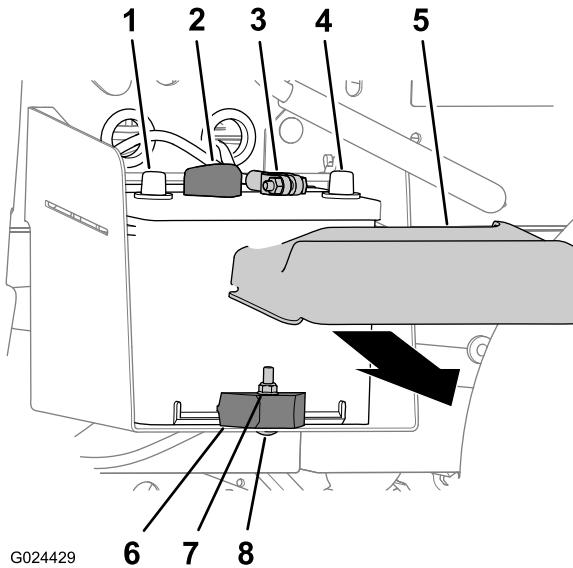

Figure 46
1. Appuyez de chaque côté du couvercle de la batterie et enlevez le couvercle en haut de la batterie (Figure 46).
2. Débranchez le câble négatif de la borne de la batterie (Figure 46).
3. Débranchez le câble positif de la borne de la batterie (Figure 46).
- Retirez le contre-écrou, le boulon de carrosserie et la barrette qui fixent la batterie à son support (Figure 46).
- Déposez la batterie de son support (Figure 46).
- Placez la batterie sur son support sur la machine (Figure 46).
Remarque: Vérifiez que les bornes positive et négative de la batterie sont alignées, comme montré à la Figure 46.
- Fixez la batterie à son support à l'aide de la barrette de maintien, du boulon de carrosserie et du contre-écrou (Figure 46).
- Branchez le câble positif à la borne de la batterie (Figure 46).
- Branchez le câble négatif à la borne de la batterie (Figure 46).
- Posez le couvercle sur la batterie (Figure 46).